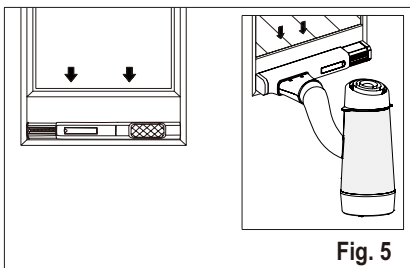

Fig. 5
3. Instalați kitul pentru fereastră și introduceți adaptorul B în kitul de culisare a ferestrei și etanșați. (Fig. 5 și 6)